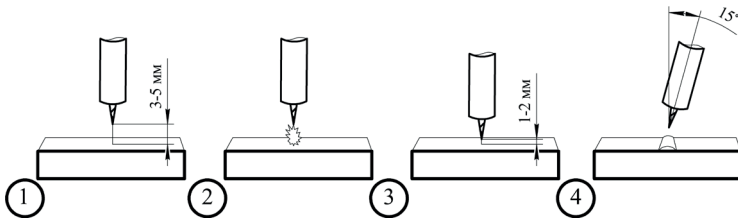

Рис. 7.2. Высокочастотный поджиг дуги.
**Высокочастотный поджиг HF** - позволяет зажечь TIG дугу без касания к изделию. Основное преимущество в том что при зажигании дуги в основном металле не остается вольфрамовых включений (см. рис. 7.2).